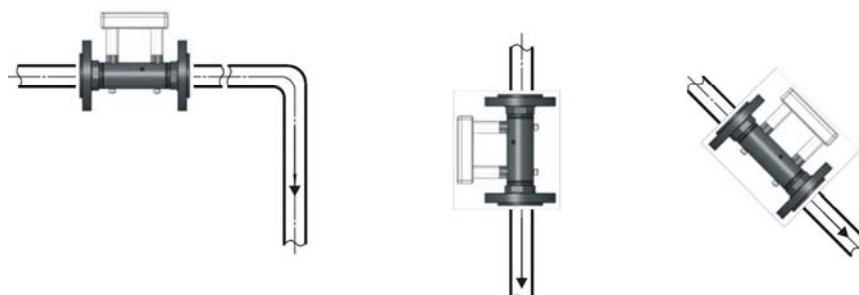

Рисунок 3 – Выбор места установки счетчика
2.3.2.3 Конструкция счетчика обеспечивает возможность его установки на вертикальных, наклонных и горизонтальных участках трубопроводов (рисунок 3).